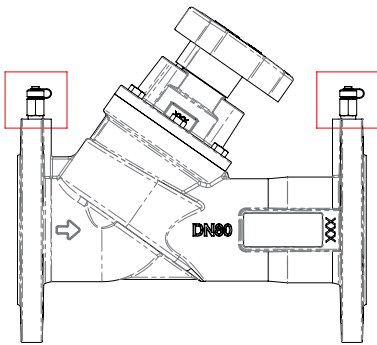

FIG.2A
- Le prese di pressione sono auto-sigillanti. Svitare il cappuccio della presa di pressione e inserire la sonda (fig. 2A). Avvitare la ghiera filettata della sonda al terminale della presa di pressione (fig. 2B).
- Si raccomanda di inserire una valvola di intercettazione (S) a monte della sonda.
- Pressure test plugs are self-sealing. Unscrew pressure test plug cap and insert the probe. (fig. 2A). Screw the probe ring nut to the pressure test plug (fig. 2B).
- Les prises de pression sont auto-obturantes. Dévisser le capuchon de la prise de pression et introduire la sonde (fig. 2A). Visser la bague filetée de la sonde à l'extrémité de la prise de pression (fig. 2B).
- Il est conseillé d'insérer une vanne d'arrêt (S) en amont de la sonde.